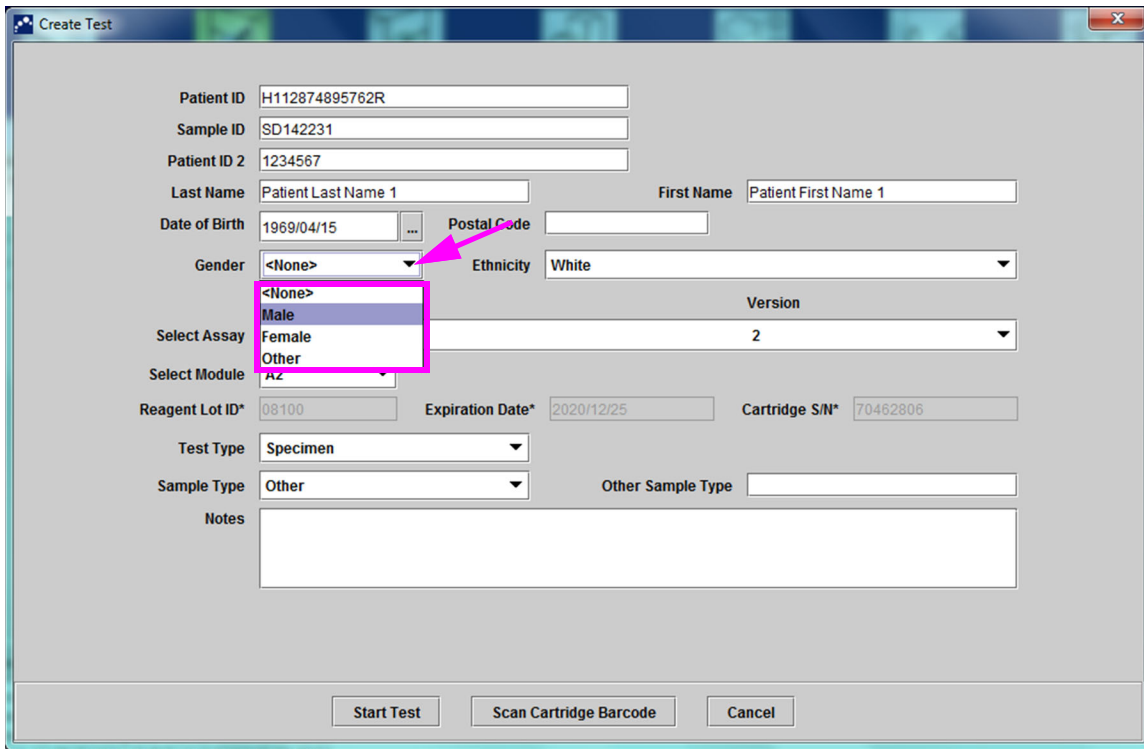

Figura 5-26. Caseta de dialog Creare test cu câmpul Sex afișat
- C. **Sex (Gender)** - Faceți clic pe săgeata derulantă din caseta **Sex (Gender)** și selectați sexul corespunzător din meniul vertical care apare (consultați Figura 5-26).